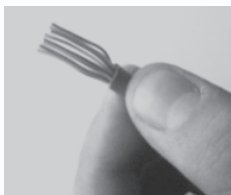

图4-9 理线
- 4) 理线。将8芯线按照T568B线序（白橙，橙，白绿，蓝，白蓝，绿，白棕，棕）排好线序，保留13mm，将端头一次剪掉，保持线端平齐。注意，至少10mm导线之间不应有交叉，如图4-9所示。